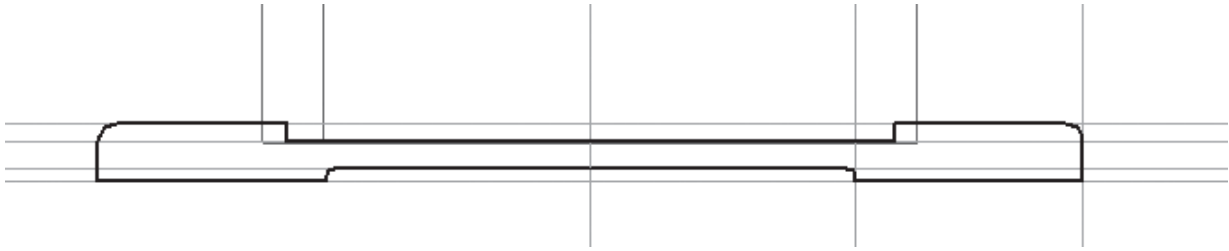

Рисунок 6.12 – Ескіз перерізу днища корпусу
21. Відштовхуючись від точок перетину допоміжних ліній і використовуючи команду *Безперервне введення об'єктів* панелі *Геометрія*, побудуйте контур поперечного перерізу основи (рис. 6.12).